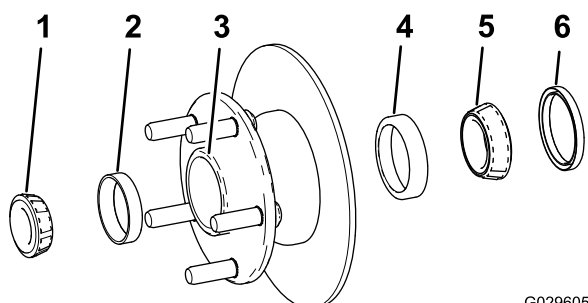

Figure 32
1. Déposez le roulement extérieur et la bague de roulement du moyeu (Figure 32).
2. Déposez le joint, le roulement intérieur et la bague de roulement du moyeu (Figure 32).
5. Éliminez la graisse, la saleté et les débris déposés à l'intérieur de la cavité du moyeu (Figure 32).
7. Posez les bagues des roulement intérieur et extérieur dans le moyeu (Figure 32).
8. Remplissez la cavité du moyeu de 50 à 80 % environ avec la graisse spécifiée (Figure 32).
9. Assemblez le roulement intérieur sur la bague sur le côté intérieur du moyeu et montez le joint (Figure 32).